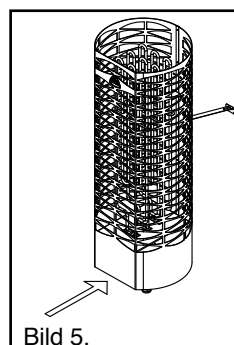

Bild 5.
- Bastuaggregatets styrströmbrytare sitter fram till på aggregatets nedre del (se bild 5).